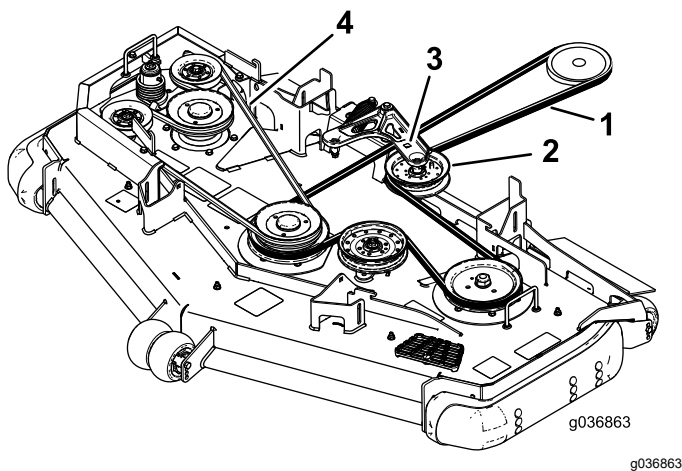

Figure 98
6. Insérez un rochet dans le trou carré du bras de la poulie de tension pour détendre le ressort de la poulie de tension (Figure 98).
8. Acheminez la courroie neuve autour des poulies du tablier de coupe et de la poulie d'embrayage, sous le moteur (Figure 98).
9. Tournez et vérifiez que la patte du guide-courroie vient frapper le moyeu de pivot (Figure 98).
10. Insérez le rochet dans le trou carré et chaussez la courroie sur la poulie de tension à ressort (Figure 98). Engagez les extrémités du ressort dans les rainures d'ancrage.